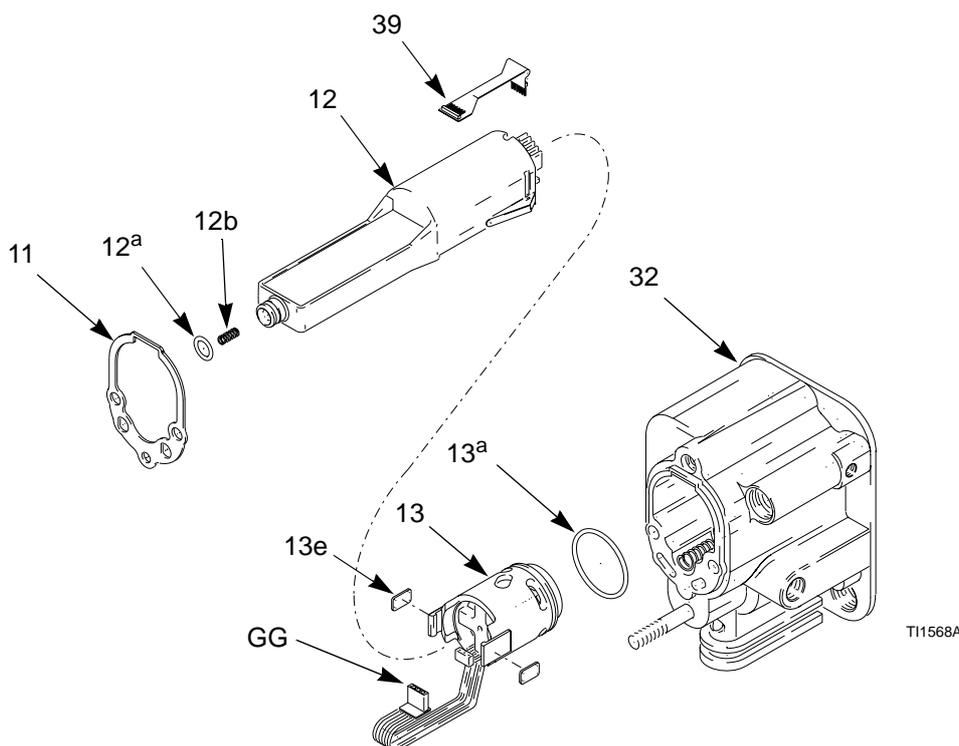

Fig. 31. Fuente de alimentación
3. Sujete la fuente de alimentación (12) con la mano. Con un ligero movimiento de lado a lado, libere el conjunto de la fuente de alimentación/alternador del cuerpo de la pistola (32) y extráigala con cuidado. Desconecte el circuito flexible (39) del enchufe de la parte superior del cuerpo (32). Vea Fig. 31.
4. Desconecte el conector de 3 hilos (GG) de la fuente de alimentación. Deslice hacia arriba el alternador y sáquelo de la fuente de alimentación. Inspeccione ésta y el alternador en busca de daños. Desconecte el circuito flexible de 6 patillas (39) de la fuente de alimentación.
6. Conecte el circuito flexible de 6 clavijas (39) a la fuente de alimentación.
7. Enchufe el conector de 3 cables (GG). Empuje el alternador (13) contra la fuente de alimentación (12).
10. Inserte el conjunto de la fuente de alimentación/alternador en el cuerpo de la pistola (32). Compruebe que las correas de conexión a tierra hacen contacto con el cuerpo. Conecte el circuito flexible (39) al enchufe de la parte superior del cuerpo. Enchufe el conector de 6 clavijas en el enchufe para garantizar que esté bien conectado.
11. Monte el cañón (9), página 41.